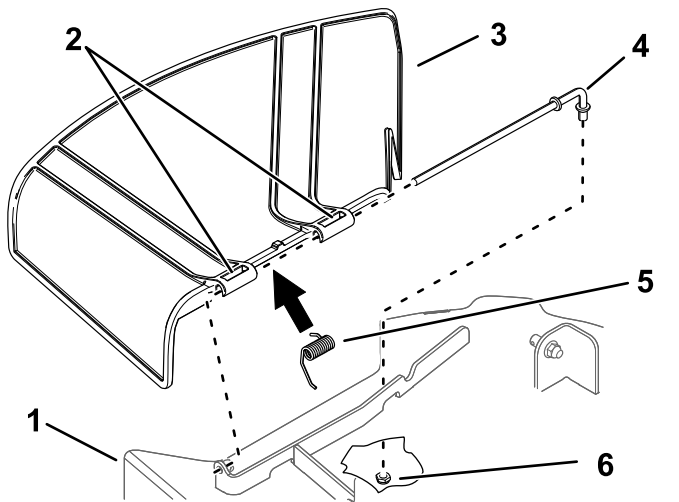

Figure 72
1. Retirez l'écrou ($\frac{3}{8}$ po) de la tige, sous le tablier de coupe (Figure 72).
4. Montez le nouveau déflecteur d'herbe (Figure 72).
7. Insérez la tige dans le second pivot du déflecteur d'herbe (Figure 72).
9. Fixez l'extrémité arrière de la tige dans le tablier de coupe à l'aide d'un écrou ($\frac{3}{8}$ po), comme montré à la Figure 72.
2. Sortez la tige du support du tablier, du ressort et du déflecteur d'herbe (Figure 72).